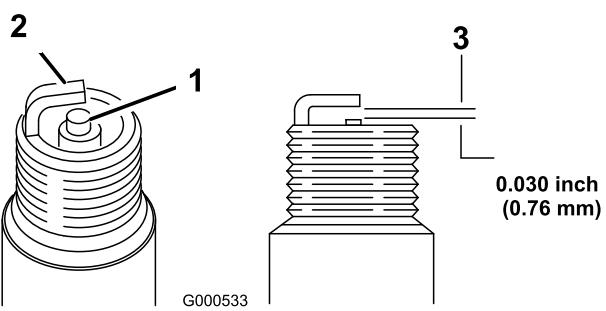

Figure 26
11. Réglez l'écartement des électrodes à 0,76 mm (0,030") (Figure 26).